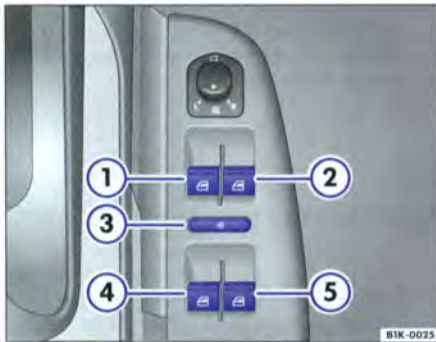

Fig. 30 Détail de la porte du conducteur : touches pour les glaces avant et arrière
- Pour ouvrir une glace, appuyez sur la touche ⇒ fig. 30 correspondante.
Les touches ⇒ page 41, fig. 30 des glaces sont dotées de deux niveaux respectifs pour l'ouverture et la fermeture de la glace. Il est ainsi plus simple de contrôler le processus d'ouverture et de fermeture.